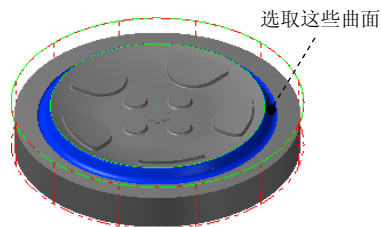

图 15.26 选取加工面
(1) 在图形区中选取图 15.26 所示的曲面 (共 4 个), 然后按 **Enter** 键, 系统弹出“刀具路径的曲面选取”对话框。